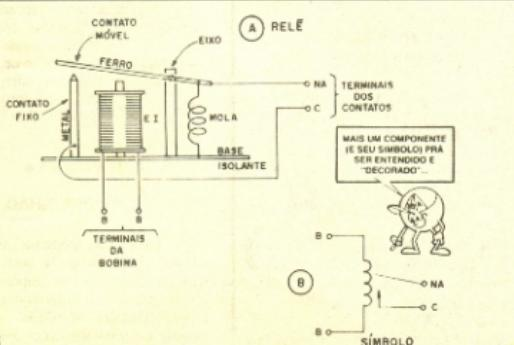

Fig. 15
- FIG. 15-A - Sobre uma base isolante e feita de material não sensível ao magnetismo (plástico, fibra de vidro, etc.) um eletromagnetismo é fixado e posicionado de modo que, ao receber corrente elétrica na conveniente intensidade (via terminais da bobina, "B-B", na figura), a magnetização do seu núcleo
- FIG. 15-B - Símbolo que representa o relé nos esquemas de circuitos e aplicações. Notar que a estilização guarda bastante semelhança com o "jeitão" do relé real, suas partes elétricas e mecânicas simbolizadas com clareza e lógica...